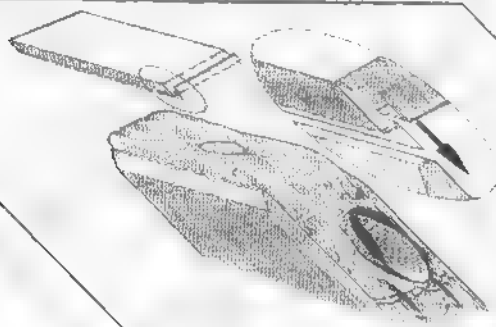

Fig. 12
- Poser alors le capot sur les parois latérales de manière à faire coïncider l'arête intérieure avec les parois (fig. 12).